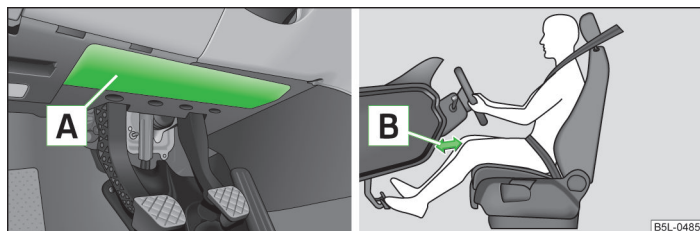

Fig. 142 Airbag ginocchia del conducente sotto il piantone dello sterzo
L'airbag ginocchia conducente **[A]** è collocato nella parte inferiore della plancia sotto il piantone sterzo » **fig. 142**.
- Impostare il sedile del conducente in maniera tale che la distanza tra le gambe **[B]** e la plancia nel settore dell'airbag delle ginocchia sia pari ad almeno 10 cm. » **fig. 142** Nel caso in cui per motivi di corporatura non sia possibile rispettare tale condizioni, rivolgersi a un'officina autorizzata.